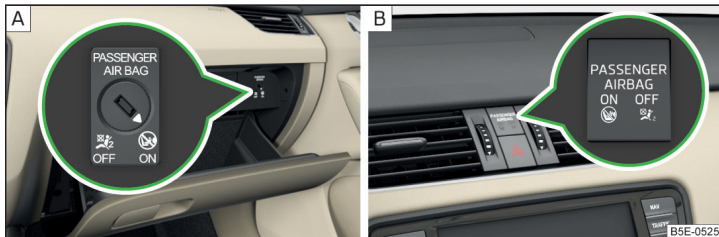

Fig. 23 Commutateur à clé pour l'airbag frontal du passager avant / témoin de désactivation de l'airbag frontal du passager avant
» fig. 23 à la page 28 - [A].
Positions de l'interrupteur à clé » fig. 23 - [A]
- OFF** L'airbag frontal du passager est désactivé - après la mise du contact, le voyant  » fig. 23 - [B] s'allume